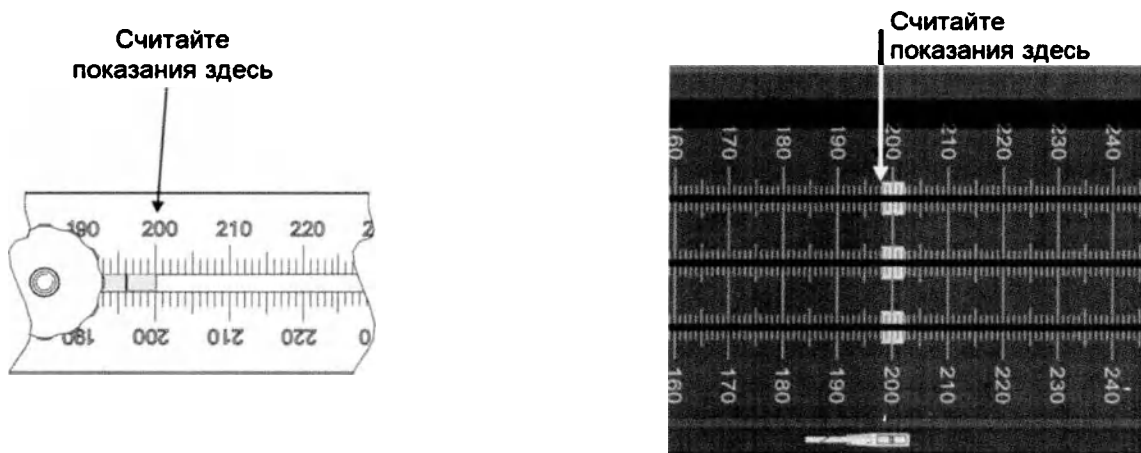

Рис. 7: считывание показаний симулятора положения источника и проверочной линейки
10. Считайте значение, на которое указывает боковая сторона индикационного блока симулятора положения источника, и значение на линейке для проверки положения источника; см. Рис. 7. Обратите внимание, что при выполнении данной процедуры на симуляторе положения источника следует считывать значение, на которое указывает соответствующая сторона индикационного блока, а не индикаторная линия. Убедитесь, что оба индикатора показывают одно и то же значение положения (200) с погрешностью в пределах $\pm 0,5$ мм. Если погрешность показаний превышает допустимое значение ($\pm 0,5$ мм), примите корректировочные меры.